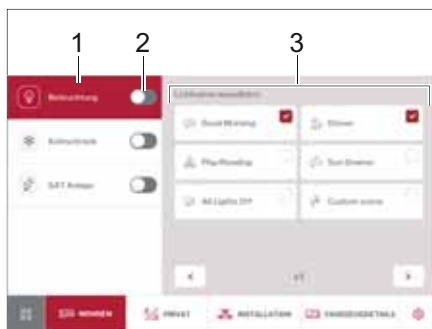

Bild 270 Belysning
- Med skjutreglaget (Bild 270,2) sätter du på och stänger av belysningen.
- Klicka på knappen *Belysning* (Bild 270,1).
Välj ljusscenen på kontrollpanelen (Bild 270,3).